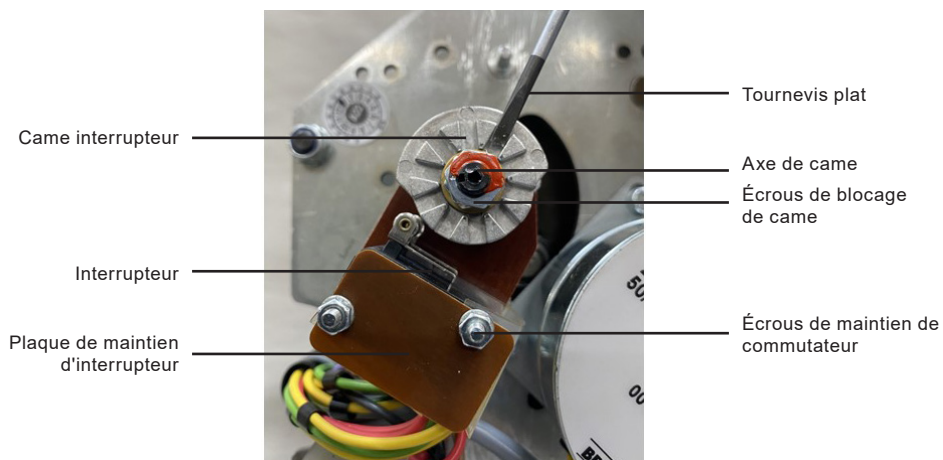

Fig. 9 Réglage de l'interrupteur
- À l'aide d'un tournevis isolé (largeur de lame 3 mm), ajuster la came S1 jusqu'à ce qu'elle touche mais n'actionne pas l'interrupteur dépendant de la course S1. Faites attention au sens de fonctionnement de la came et maintenir fermement la roue de sortie lorsque l'une des cames (dépendante de la course ou auxiliaire) est ajustée. L'arbre à cames tourne dans le sens des aiguilles d'une montre lorsque l'axe de l'actionneur s'étend. Reportez-vous aux Fig. 9 à 12 pour l'identification et l'orientation
La rotation des comes peut être assez raide. Dans de telles circonstances, il est recommandé de fixer la position de la came adjacente avec un deuxième tournevis et de toujours commencer par le réglage de S1 et de terminer par le réglage de S4. Ne desserrer en aucun cas les contre-écrous à came, sauf pour les remplacer (Fig. 9).
- À l'aide d'un tournevis isolé (largeur de lame 3 mm), régler la came S2 jusqu'à ce qu'elle actionne l'interrupteur dépendant de la course S2. Faites attention au sens de fonctionnement de la came et maintenir fermement la roue de sortie lorsque l'une des comes (dépendante de la course ou auxiliaire) est ajustée. Reportez-vous aux Fig. 9 et 10 pour l'identification et l'orientation
Ne desserrer en aucun cas les contre-écrous (Fig. 9).
- Voir la Fig. 9 pour l'orientation du produit
- Faire d'abord glisser l'interrupteur S3 sur les goupilles de retenue de l'interrupteur en vous assurant que l'orientation est comme indiqué sur la Fig. 9. S3 a le faisceau de câblage le plus court
- Faire glisser l'interrupteur S4 sur les goupilles de retenue de l'interrupteur en vous assurant que l'orientation est comme indiqué sur la Fig. 9
La rotation des cames peut être assez difficile. Dans de telles circonstances, il est recommandé de fixer la position de la came adjacente avec un deuxième tournevis et de toujours commencer par le réglage de S3 et de terminer par le réglage de S4. Ne desserrez en aucun cas les contre-écrous (Fig. 9).